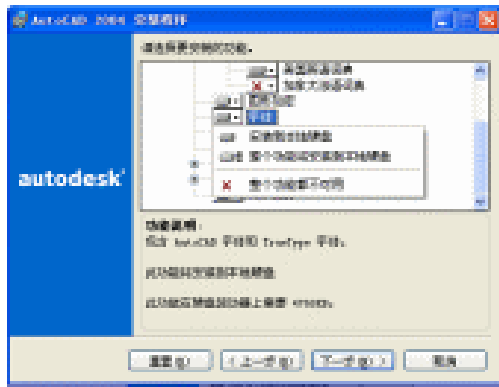

图 1-7 安装 AutoCAD 2004 —— 定制安装内容
(7) 对要安装的内容进行选择。如图 1-7 所示，AutoCAD 2004 提供了程序文件、纹理贴图、CAD 标准扩展、XML/数据扩展、许可证转移管理、字体、VBA 支持、Volo View Express、数据库、教程、词典、样例、批处理打印等内容，供不同要求的用户进行选择。